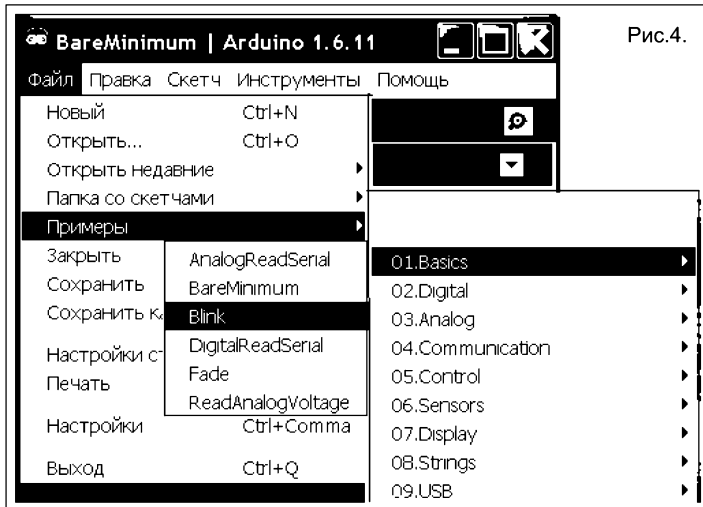
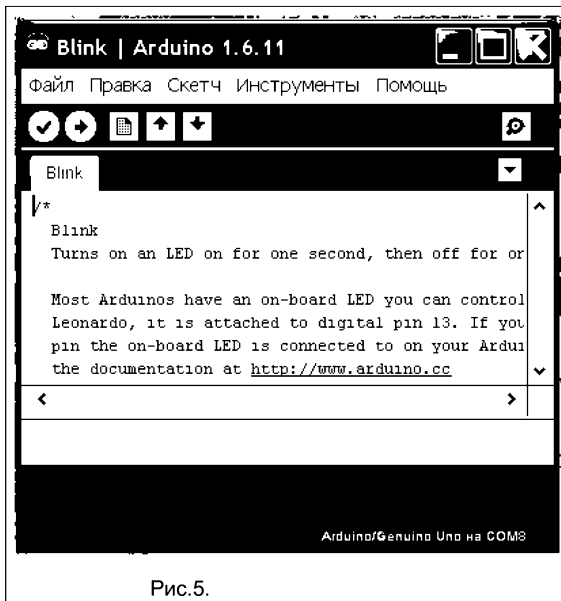

Рис.4.
Рис.5.
01.Basics - Blink (рис.4). Появится окошко с программой (рис.5). В нем будет текст программы Blink.
Теперь давайте изменим параметры мигания этого светодиода. Для этого нужно данный пример сохранить. В окне (рис.5) выбираем «Файл - Сохранить как» и сохраняем его куда-нибудь, куда предложит программа или по своему усмотрению.